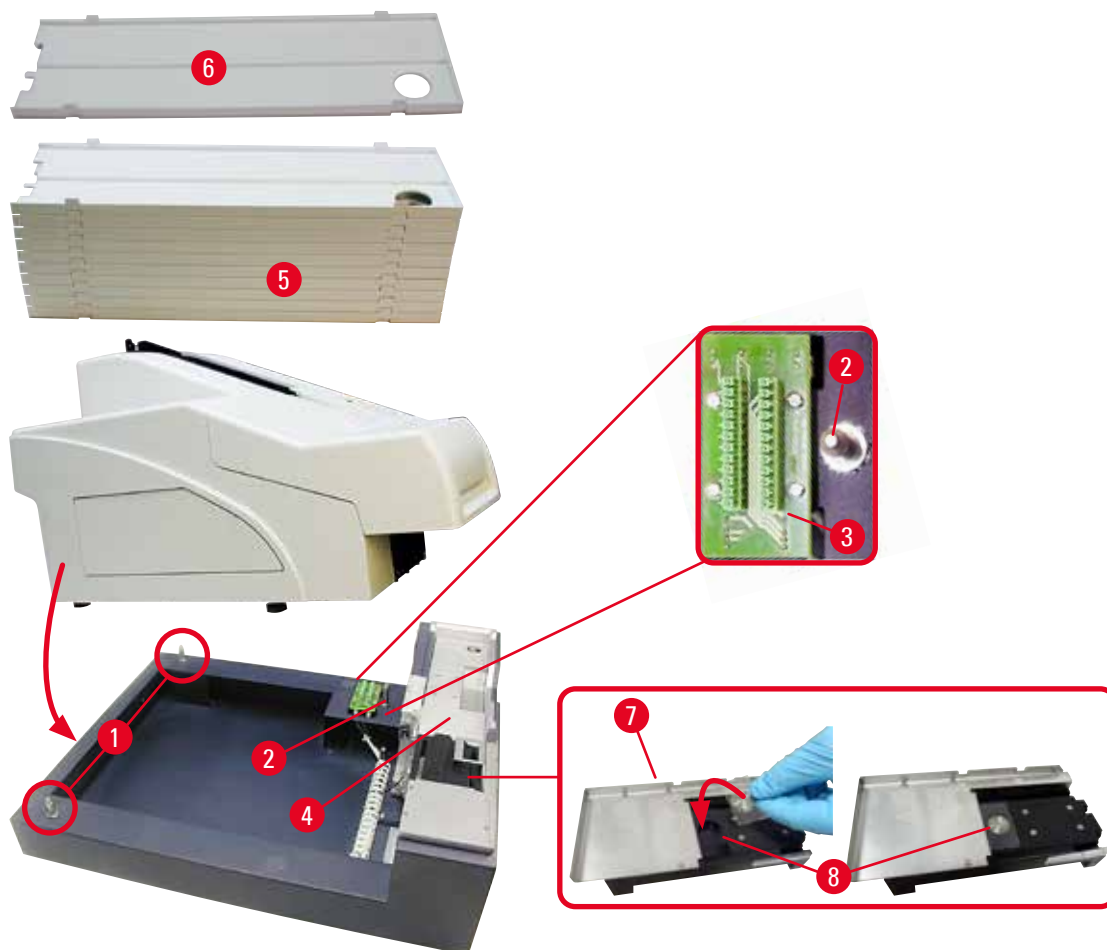

Fig. 12
4. Tenere la stampante per entrambi i lati (a destra e a sinistra) e posarla in modo che i due bulloni posteriori (→ "Fig. 12-1") si inseriscano nella piastra base, come illustrato in (→ "Fig. 12").